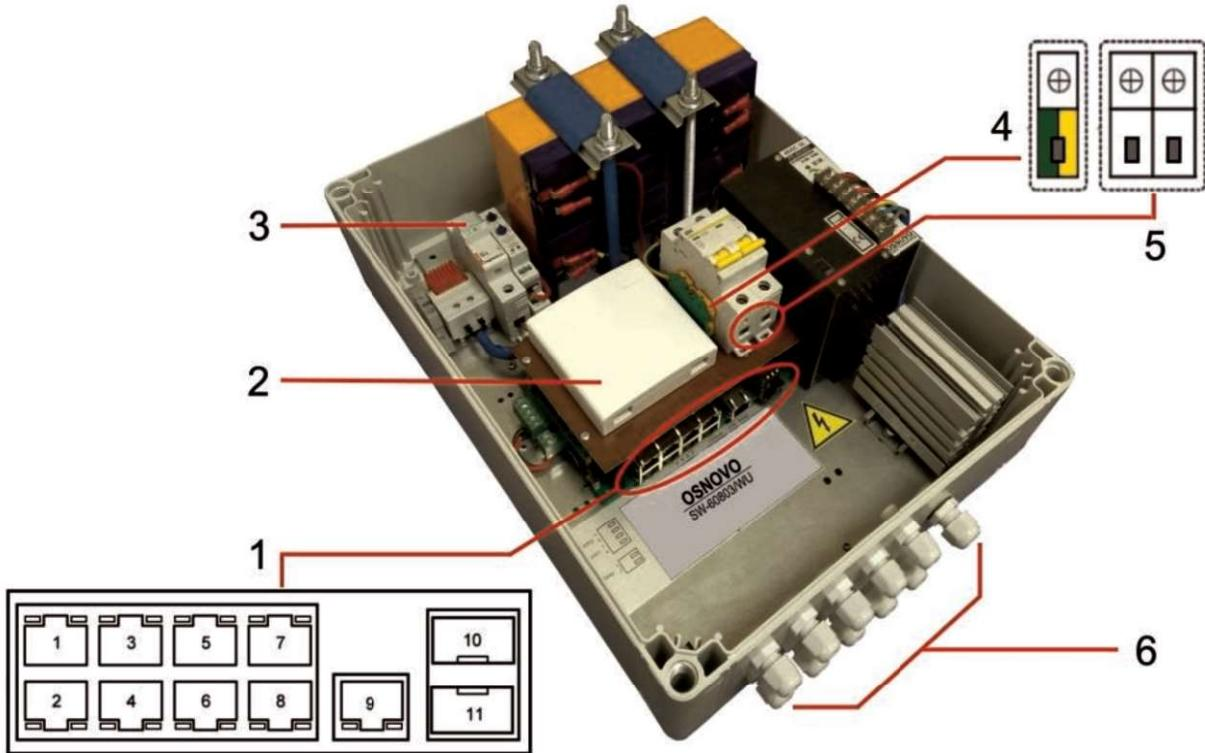

Рис. 4 Подключение коммутатора SW-60812/WU
1. Вставьте гермоводы в предназначенные для них отверстия в корпусе пластикового бокса (6) Рис.4, закрепите их пластмассовыми гайками с внутренней стороны корпуса.
2. Проденьте кабели витой пары через соответствующие отверстия гермоводов ( $\varnothing$  3-6мм) снаружи внутрь корпуса (Рис.4).
4. Подключите обжатые разъемами RJ-45 кабели к коммутатору (1) Рис.4 (порты 1-9) и затяните гермоводы. Для обеспечения защиты от проникновения влаги внутрь корпуса, кабели должны быть плотно укреплены в гермоводах.
5. Зачистите оптоволоконный кабель на длину 25-30 см, пропустите его в отверстие гермоввода ( $\varnothing$  3-6мм) Рис.4, затяните резьбу гермоввода так, чтобы кабели жестко фиксировались в зажиме гермоввода.
6. Соблюдая все требования технологии сварки оптоволоконного кабеля, приварите пигтейл (имеются в комплекте) к оптоволоконной жиле кабеля. Уложите оптоволоконный кабель в пазы кросса (2) Рис.4, следя за тем, чтобы диаметр колец не был менее 60 мм. Подключите разъем пигтейла к SFP модулю (в комплект поставки не входит) установленному предварительно в SFP разъем коммутатора (1) Рис.4 (разъемы SFP 10,11). Закройте крышку оптического кросса (2) Рис.4.
7. Аналогично пункту 2 протяните кабель питания от сети AC 100-240V / 50 Гц внутрь корпуса через соответствующий гермоввод ( $\varnothing$  4-8мм), подключите кабель питания к клеммам автоматического выключателя (5) Рис.4 и клеммной колодке заземления (4) Рис.4. Затяните гермоввод.
8. Подключите источник резервного питания (АКБ) в цепь питания уличного коммутатора. Для этого вставьте плавкую вставку – предохранитель (входит в комплект поставки) в держатель (3) Рис.4.